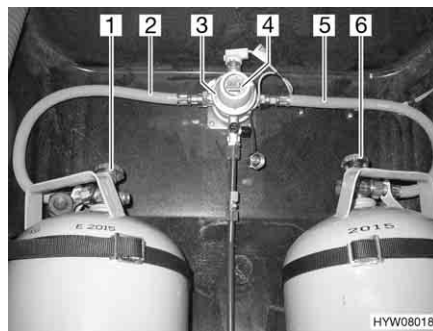
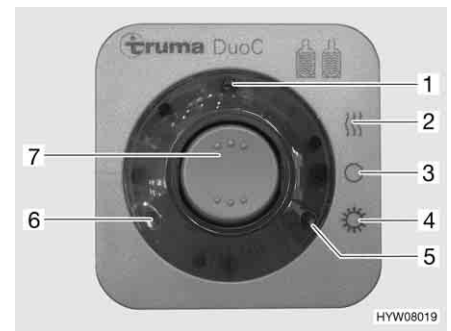

Fig. 95 Impianto di commutazione DuoControl
Fig. 96 Centralina di controllo
L'impianto di commutazione DuoControl è costituito da una valvola di commutazione (Fig. 95,3) e da una centralina di controllo (Fig. 96). La valvola di commutazione è installata tra i tubi del gas (Fig. 95,2 e 5). Con la manopola (Fig. 95,4) sulla valvola di commutazione è possibile stabilire, quale delle bombole del gas viene utilizzata come bombola in uso e quale bombola del gas viene utilizzata come bombola di riserva.
Sulla centralina di controllo (Fig. 96) possono venire azionate solo le funzioni elettriche. Le valvole principali di arresto delle bombole del gas (Fig. 95,1 e 6) devono essere aperti manualmente.
La valvola di commutazione garantisce una pressione del gas costante, indipendentemente da quale bombola provenga l'alimentazione del gas. Le due spie di controllo sulla centralina di controllo indicano il livello di riempimento della bombola in uso. Se è accesa la spia di controllo verde (Fig. 96,6), la bombola in uso è piena. Se è accesa la spia di controllo rossa (Fig. 96,5), la bombola in uso è vuota. Il rifornimento di gas avviene poi tramite la bombola di riserva.
- Aprire le valvole principali di arresto delle bombole del gas (Fig. 95,1 e 6).
- Con la manopola (Fig. 95,4) sulla valvola di commutazione (Fig. 95,3) selezionare la bombola del gas, da cui proviene la principale alimentazione del gas (bombola in uso).
- Sulla centralina di controllo (Fig. 96) attivare l'impianto di commutazione DuoControl.
Posizionare l'interruttore a bilico (Fig. 96,7) su funzionamento invernale "On e riscaldamento" (Fig. 96,2) oppure su funzionamento estivo "On" (Fig. 96,4). La valvola di commutazione è ora disareata. La spia di controllo gialla (Fig. 96,1) è accesa, se si seleziona la modalità di funzionamento invernale e l'impianto antighiaccio con regolatore è attivato.
- Portare l'interruttore a bilico (Fig. 96,7) in posizione "O" (Fig. 96,3). La spia gialla di controllo (Fig. 96,1) si spegne.
- Chiudere le valvole principali di arresto delle bombole del gas (Fig. 95,1 e 6).
Le spie di controllo sulla centralina di controllo (Fig. 96,5 e 6) segnalano all'interno del veicolo, se la bombola in uso è pronta al funzionamento.
Se la spia di controllo verde (Fig. 96,6) si spegne durante il funzionamento e la spia di controllo rossa (Fig. 96,5) si accende, significa che la bombola del gas selezionata come bombola in uso è vuota e deve essere sostituita. La bombola di riserva continua ad alimentare le utenze a gas.